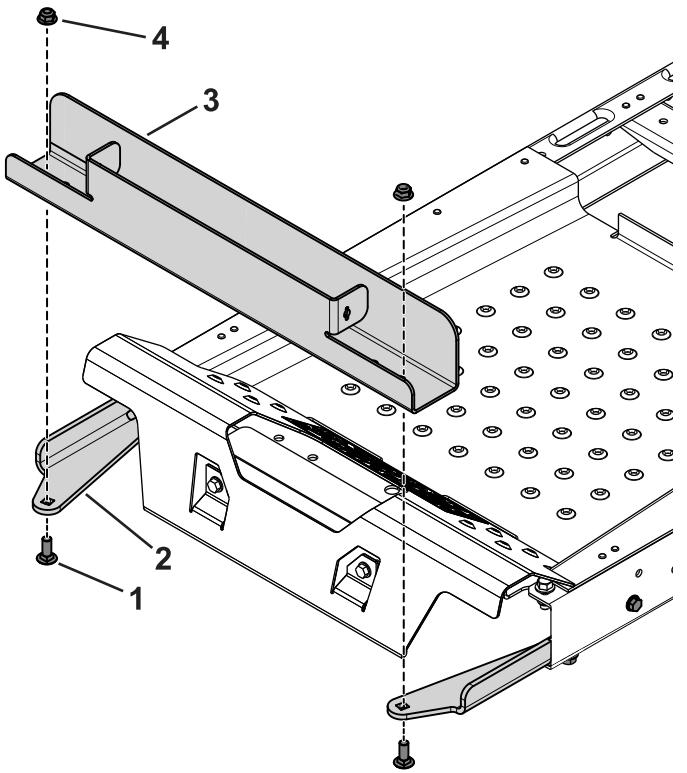

Figura 4
3. Utilice los 2 pernos de cuello cuadrado (3/8" x 1") y tuercas con arandela prensada para sujetar la bandeja de pesos a los soportes (**Figura 4**).